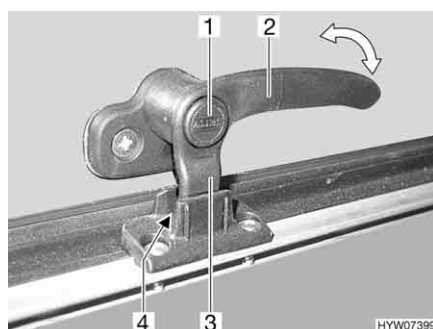
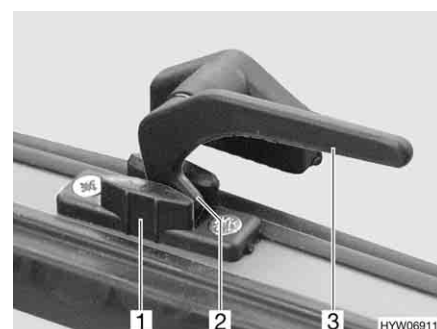

Fig. 111 Levier de verrouillage avec bouton de sécurité en position "Aération permanente"
Fig. 112 Levier de verrouillage en position "Aération permanente"
- En position "Aération permanente" (Fig. 111 et Fig. 112)
- S'il existe, appuyer sur le bouton de sécurité (Fig. 111,1) et le maintenir enfoncé.
- Tourner le levier de verrouillage (Fig. 111,2 ou Fig. 112,3) d'un quart de tour vers le centre de la fenêtre.
- Remettre le levier de verrouillage en position initiale. Le tenon de verrouillage (Fig. 111,3 ou Fig. 112,2) du levier de verrouillage doit pénétrer alors dans le logement prévu à cet effet dans le verrouillage de fenêtre (Fig. 111,4 ou Fig. 112,1).
- Relâcher le bouton de sécurité (Fig. 111,1) s'il y en a un.